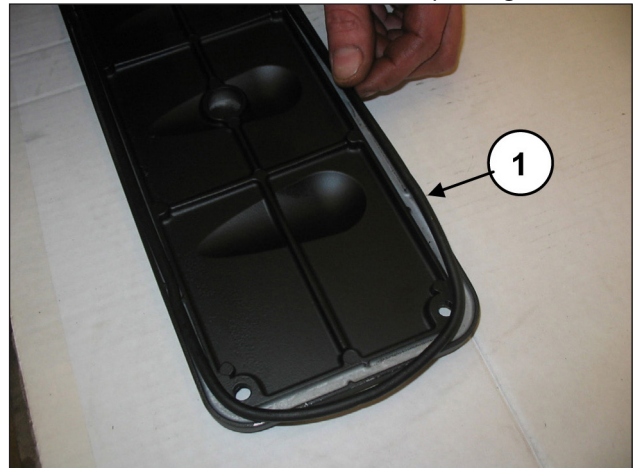
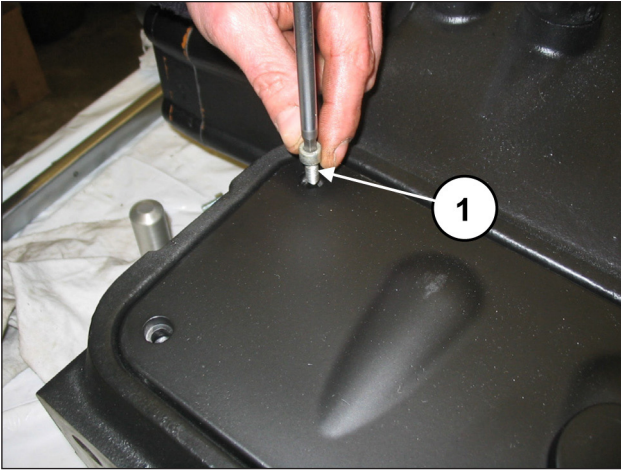

Fig. 144
Fig. 145
Insérer le joint torique ①, Fig. 144) sur les couvercles et monter les couvercles à l'aide de 4+4 vis M6x14 (rep. ①, Fig. 145).